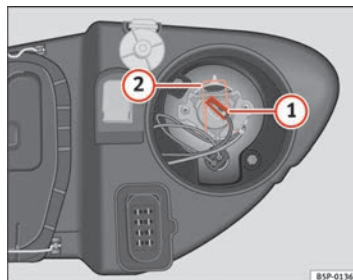

Abb. 169 Fernlicht
- Ziehen Sie den Stecker ⇒ Abb. 169 ① von der Lampe ab.
- Die Haltefeder ⇒ Abb. 169 ② durch Eindrücken und Rechtsdrehung abnehmen.